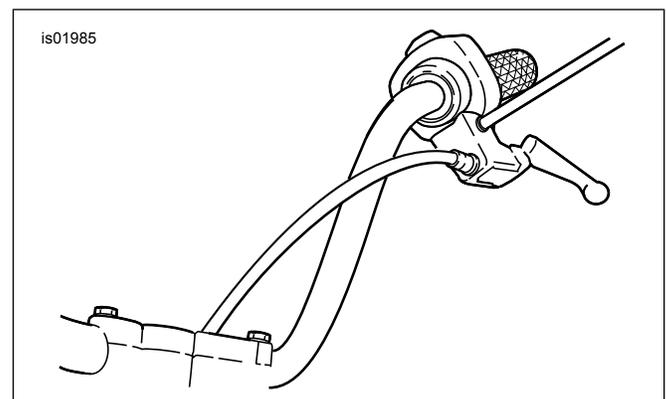

Figura 1. Disposizione del nuovo cavo della frizione
- d. Vedere Figura 1. Riposizionare il cavo della frizione all'interno del manubrio e ricollegare il cavo alla leva della frizione.